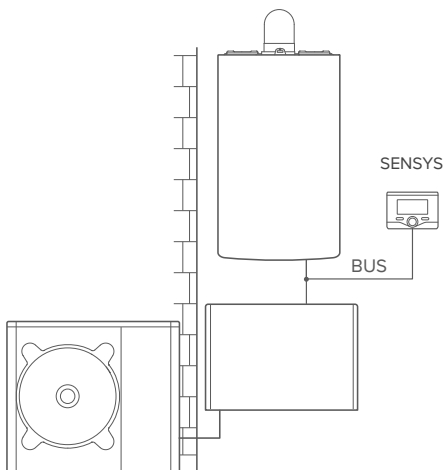

рис.7
### Активация служб ТД и ТК в гибридной базовой системе (рис. 7)
1. Наклейте двустороннюю клейкую ленту на кронштейн (рис. 7), снимите защитную плёнку и установите кронштейн на планку котла.